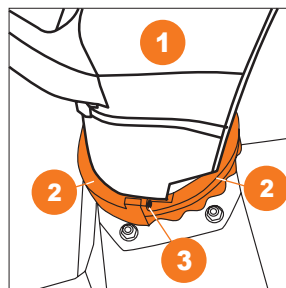

Рис. 12
- Установите желоб выброса **1** на отверстие выброса снега на корпусе снегоуборщика. Зафиксируйте трубу двумя зажимами **2** защелкнув их и закрепив шурупами **3** (Рис. 12).